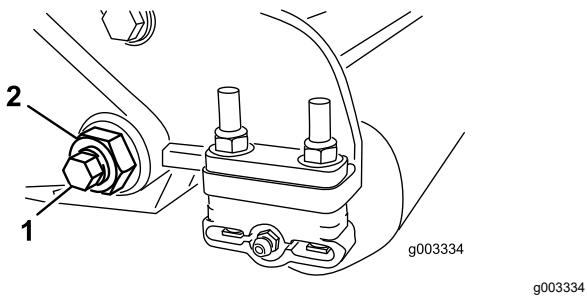

Figura 24
- Desaperte a porca de bloqueio que segura a cavilha da barra de apoio, em cada um dos lados da máquina (Figura 24).
- Remova cada uma das cavilhas da barra de apoio, de modo permitir puxá-la e retirá-la da máquina (Figura 24). Guarde as duas anilhas